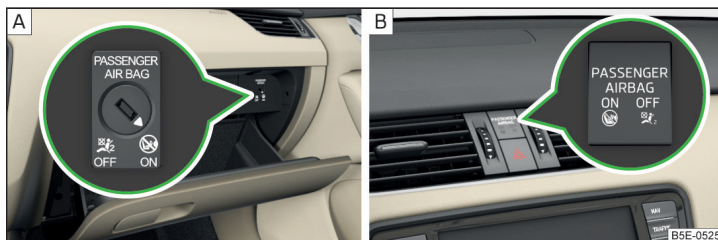

Fig. 10 Conmutador de llave para el airbag lateral del acompañante/Testigo para el airbag delantero del acompañante
El airbag frontal del acompañante se puede desconectar con el conmutador de llave » fig. 10 de la pág. 21 - A.
Posiciones del conmutador de llave » fig. 10 - A
**OFF** El airbag frontal del acompañante está apagado - después de encender la conexión ilumina el testigo de control **OFF** ; » fig. 10 - B